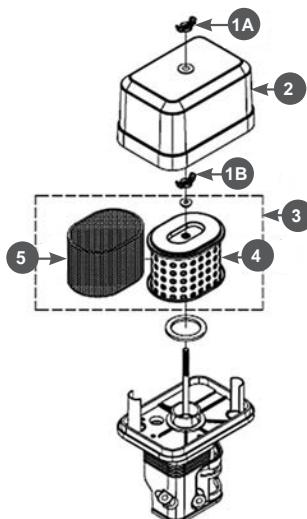

Рис. 25 Обслуживание воздушного фильтра
1. Открутите барашковую гайку 1А и снимите крышку 2 воздушного фильтра (Рис. 25).
2. Открутите барашковую гайку 1В и извлеките из корпуса воздушный фильтр 3 в сборе (Рис. 25).
3. Проверьте целостность и чистоту фильтрующих элементов. Поролоновый (предварительный) фильтрующий элемент 5 установлен на корпусе бумажного фильтрующего элемента 4 (Рис. 25).
4. При незначительном загрязнении промойте поролоновый фильтрующий элемент 5 (Рис. 25) теплым мыльным раствором и просушите.